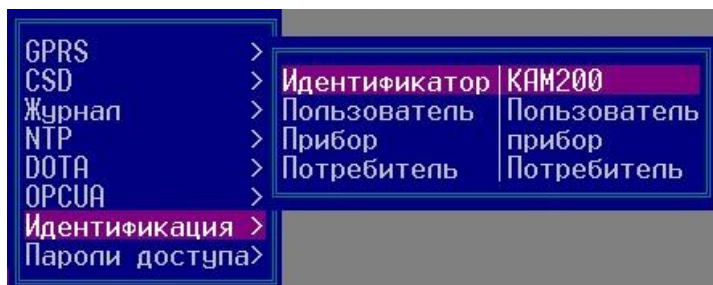

Рисунок 74
- Подменю **Идентификация** предназначено для настройки идентификационных параметров контроллера (рисунок 74).